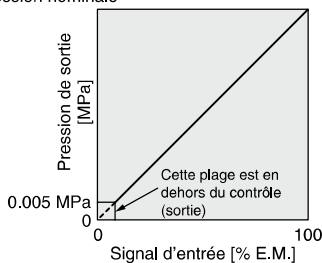

Fig. 1 Graphique des caractéristiques entrée/sortie
*1 Reportez-vous à la Fig. 1 pour connaître la relation entre la pression de réglage et l'entrée. La pression de réglage max. différant pour chaque affichage de pression, reportez-vous à la page 58.